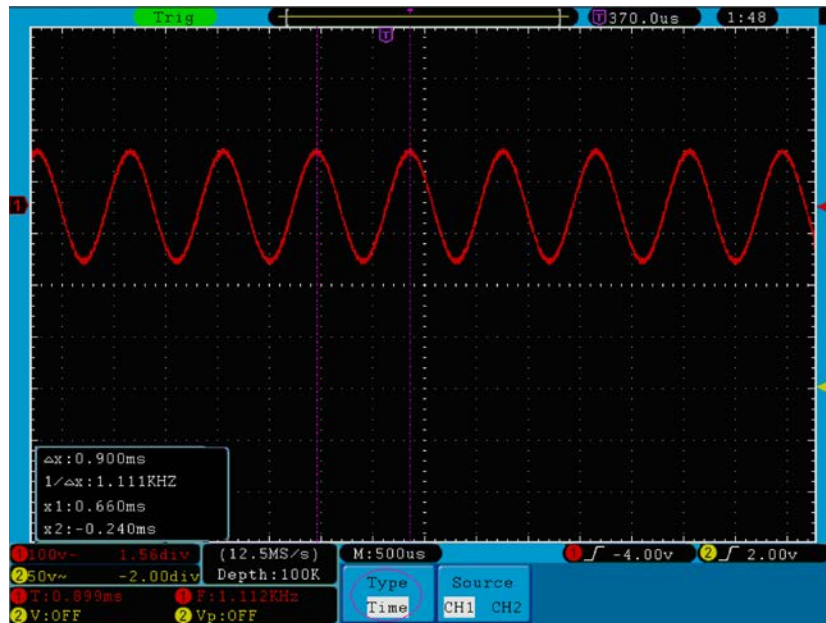

Abb. 73 Wellenform bei der Messung mit dem Cursor
- Stellen Sie die Positionen von **CURSOR1** und **CURSOR2** entsprechend der zu messenden Wellenform ein; es erscheinen dann Zyklus und Frequenz von Cursor 1 und Cursor 2 im Fenster. Die aktuelle Position von Cursor 1 wird unter Cursor1, die von Cursor 2 unter Cursor2 angezeigt (siehe **Abb. 73**).